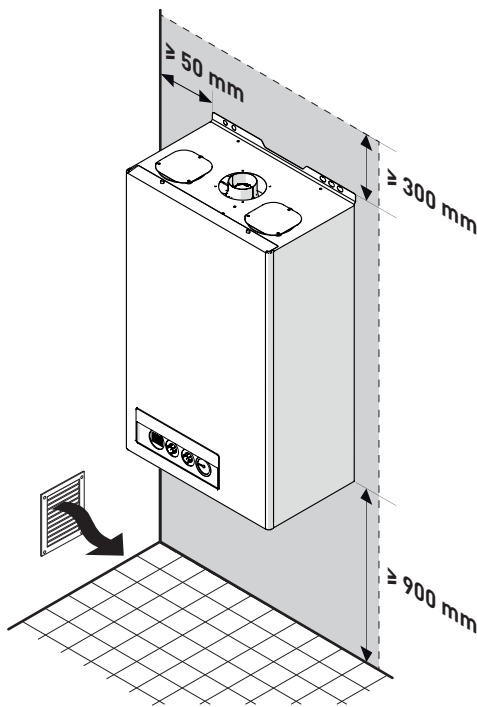

Fig. 25
- Tenga en cuenta los espacios necesarios para poder acceder a los dispositivos de seguridad/regulación y para poder llevar a cabo las tareas de mantenimiento (véase Fig. 25).